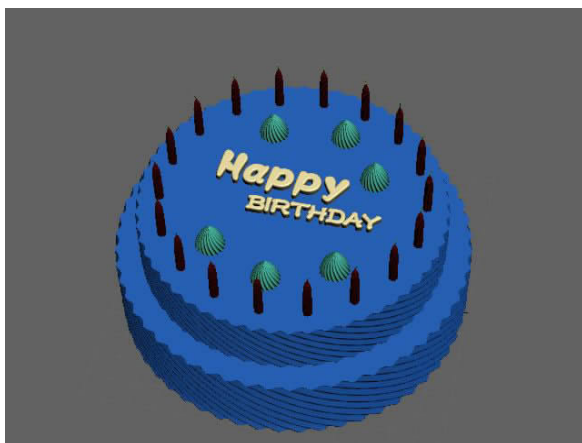

图 2-77 添加其他文字
Step 21. 使用相同的方法制作“Birthday”字样,如图 2-77 所示。